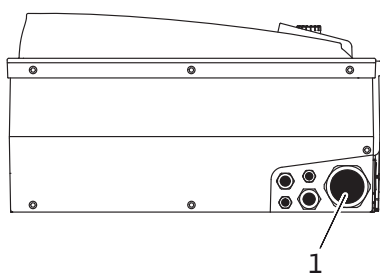

Fig. 22. Кабельный ввод M40
- Кабель для подключения к сети нужно проводить через кабельный ввод M40 (Fig. 22, поз. 1).